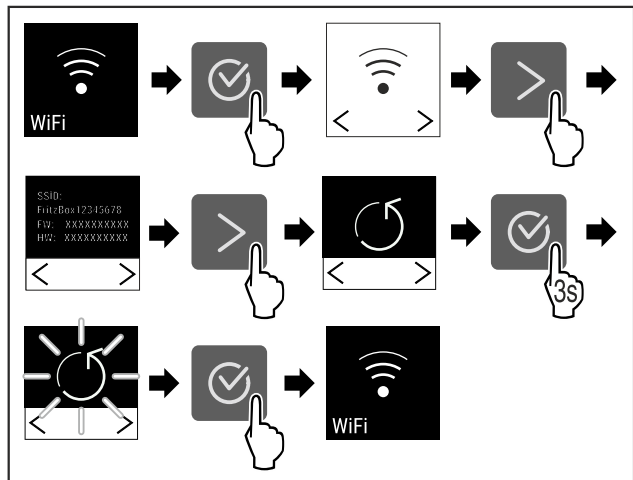

Fig. 31
- ▶ Изпълнете стъпките (виж Fig. 31) .